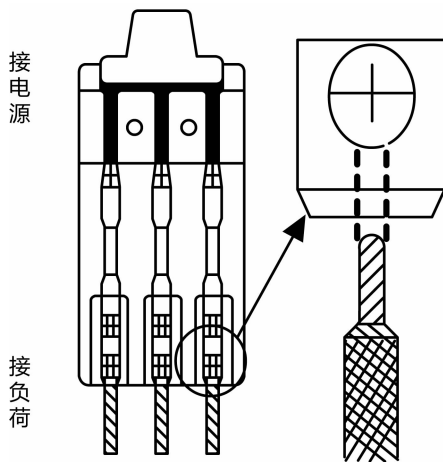

图 1-4 刀开关的安装
(1) 刀开关在安装时,必须垂直安装在控制屏或开关板上,且合闸状态时手柄应朝上。绝不允许倒装或平装,以防操作手柄因重力掉落而发生误合闸事故。如图 1-4 所示。如果倒装或平装,手柄可能因松动而自动落下引起误动作合闸,将可能造成人身和设备的安全事故。
(2) 刀开关在接线时,应将电源进线接在闸刀开关上端,负载接在刀开关下端,这样拉开刀开关后,刀片与电源隔离,可防止意外事故发生。
(3) 刀开关适用于接通或断开有电压而无负载电流的电路,不宜分断有负载电路。可用于一般照明电路和功率小于 5.5 kW 电动机控制电路中。
(4) 在控制照明或电热负载时,要装接熔体作短路和过载保护。接线时应把电源进线接在静触头一边的进线座上,负载接在动触头一边的出线座上,这样在开关拉开后,闸刀和熔体上不会带电。在控制电动机时,应将开关中熔体部分用铜导线直连,并在出线端另外加装熔断器作短路保护。
(5) 更换熔体时,必须在闸刀断开的情况下按原规格更换。
(6) 分闸和合闸操作要动作迅速,使电弧尽快熄灭。
(7) 由于没有专门的灭弧装置,不宜用于操作频繁的电路。
(8) 胶盖或瓷底一旦破损,必须更换后才能使用,否则易发生人身触电伤亡事故。
(9) 不允许放在地上使用,更不允许在户外露天安装使用,要注意开关的防尘、防水和防潮。